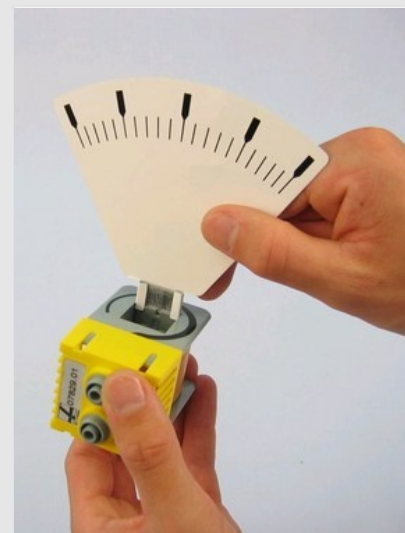

Рис. 2
- Зберіть модель гальванометра як показано на рис. 1 та рис. 2: